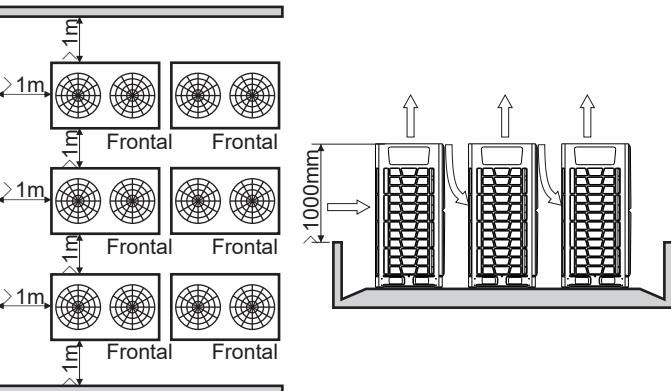

Fig. 3.13 Más de 2 filas
5) Cuando las unidades exteriores sean más altas que lo que las rodea y si se van a disponer en 2 filas, véase la Fig.3.13.